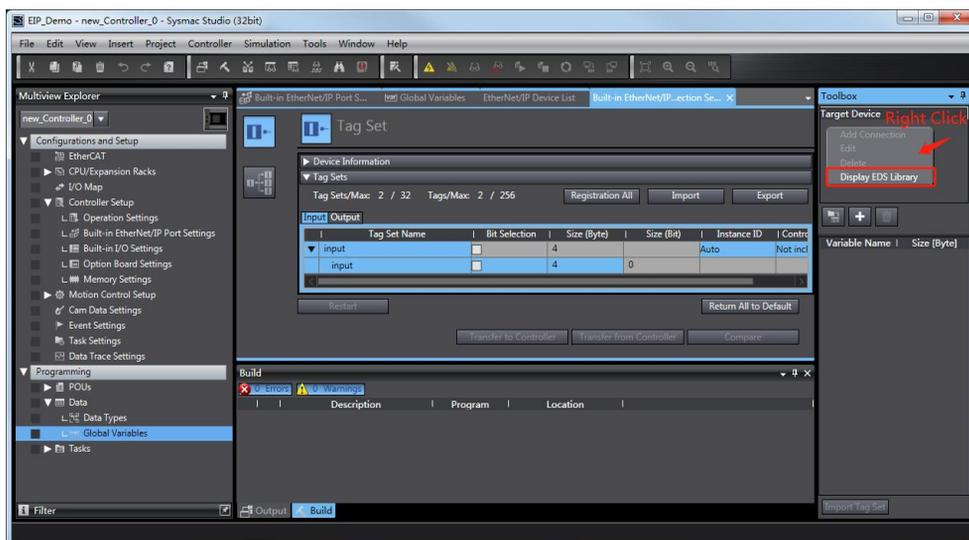
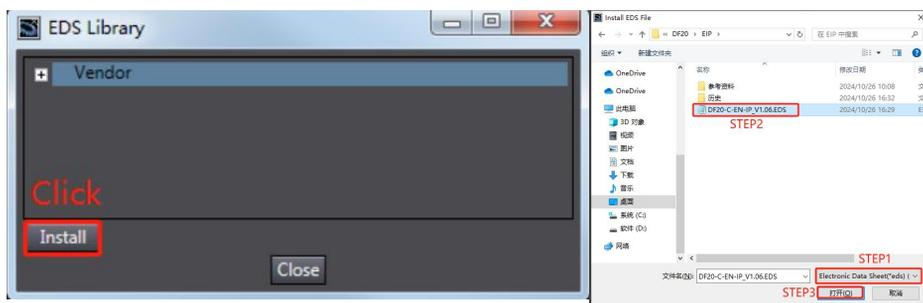

图 5-2-10
图 5-2-11
- 安装 EDS 文件，在打开的内置 EtherNet/IP 端口设置连接设置窗口右侧的工具箱空白区右击选择“显示 EDS 库”，如图 5-2-10 所示；在 EDS 库窗口中，选择“安装”，打开需要安装的 EDS 文件，如图 5-2-11 所示。